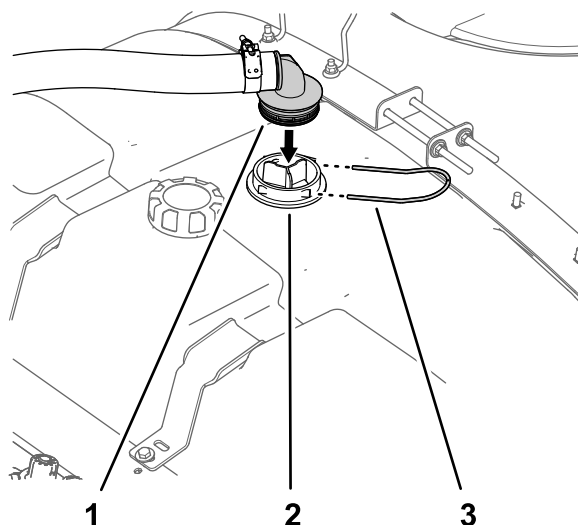

Figura 2
1. Na parte superior do depósito de pulverização, retire a forquilha de retenção que prende a união estriada de 90° do tubo de sucção à caixa do filtro de sucção e separe a união estriada da caixa (Figura 2).
2. Retire a união de 90° da caixa do filtro de sucção (**Figura 2**).